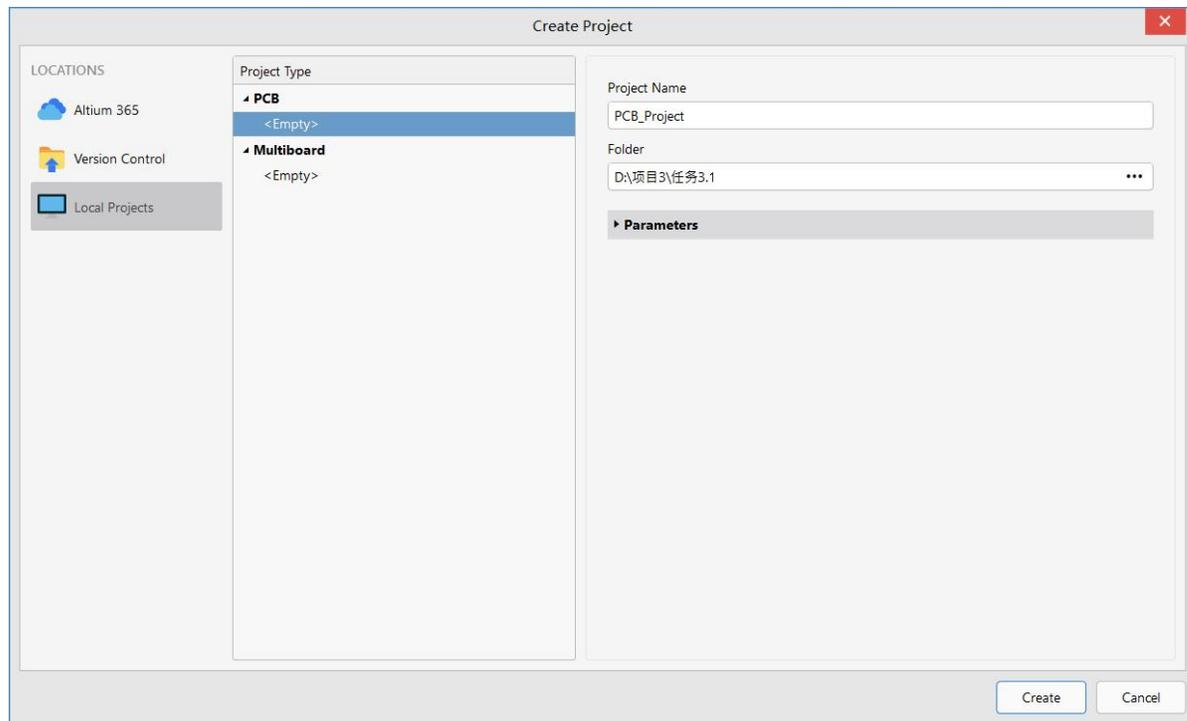

图3-13 “Create Project”对话框
- 2) 在Altium Designer主界面的菜单栏中选择“File|New|Project”命令，弹出新建工程对话框，如图3-13所示。